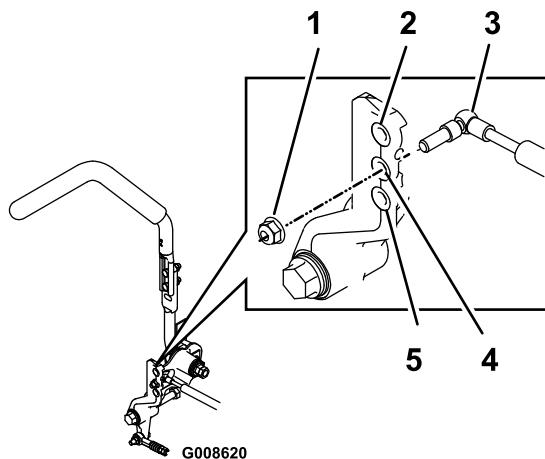

Figura 63
1. Parafuso (4)
3. Retire a porca de bloqueio, move o parafuso de montagem do amortecedor para a posição pretendida e instale a porca de bloqueio. Consulte Figura 63 para as opções de montagem.